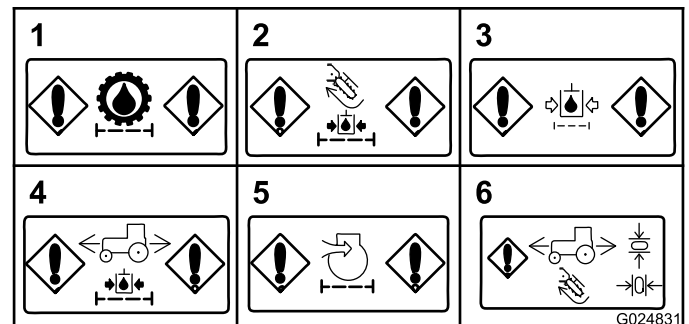

Bild 35
- **Verstopfung des Hydraulikladerfilters (Getriebe):** Diese Meldung wird angezeigt, wenn der Hydraulikladerfilter für das Getriebe verstopft ist (Bild 35).
- **Verstopfung des Hydraulikladerfilters (Zubehör):** Diese Meldung wird angezeigt, wenn der Laderfilter für die Hydraulikanlage für das Zubehör verstopft ist (Bild 35).
- **Verstopfung des Hydraulikrücklaufilters:** Diese Meldung wird angezeigt, wenn der Hydraulikrücklaufilter verstopft ist (Bild 35).
- **Verstopfung des Hydraulikladerfilters (Antriebsmotor):** Diese Meldung wird angezeigt, wenn der Laderfilter für den Antriebsmotor verstopft ist (Bild 35).
- **Verstopfung des Luftfilters (Motor):** Diese Meldung wird angezeigt, wenn der Luftfilter gewartet werden muss (Bild 35).
- **Anzeige für zurück auf Neutral-Stellung:** Diese Anzeige wird angezeigt, wenn Sie einen Vorgang versuchen, für den der Joystick oder das Fahrpedal in der Neutral-Stellung sein muss. Stellen Sie den Joystick oder das Fahrpedal in die Neutral-Stellung, bevor Sie den Vorgang fortsetzen (Bild 35).